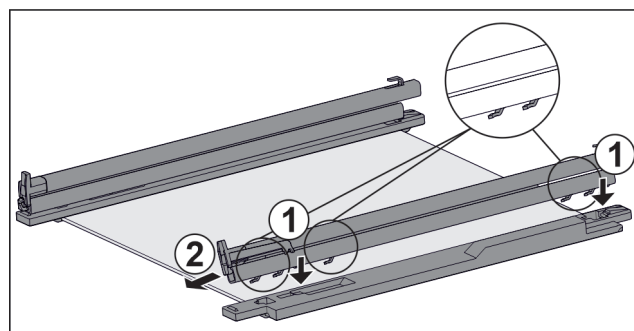

Fig. 60 带轨道和固定件的玻璃隔板
- ▶ 将轨道的挂钩放到左侧固定件的孔上。Fig. 60 (1)
- ▶ 向前拉轨道。Fig. 60 (2)
- ▶ 将轨道的挂钩放到右侧固定件的孔上。Fig. 60 (1)